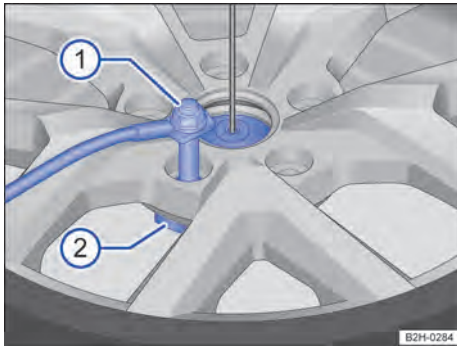

Fig. 200 Rueda de auxilio o de emergencia: colocar el tornillo de seguridad.
- Enrosque el tornillo de seguridad → Fig. 200 ① en el soporte para llantas en el sentido de las agujas del reloj.